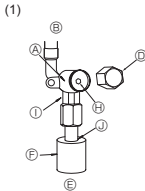

Fig. 4-5
(1) Nestepuoli (Fig. 4-5)
- ① Poista korkki ja kierrä venttiilikaraa vastapäivään niin pitkälle kuin se menee 4 mm kuusioavaimen avulla. Lopeta kiertäminen, kun se osuu rajoittimeen.